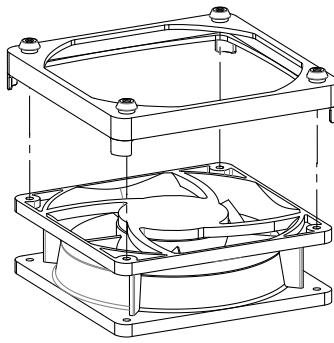

Abb. 17: Gummimanschette
3. Gummimanschette an den Austauschlüfter anbringen (Abbildung 17).